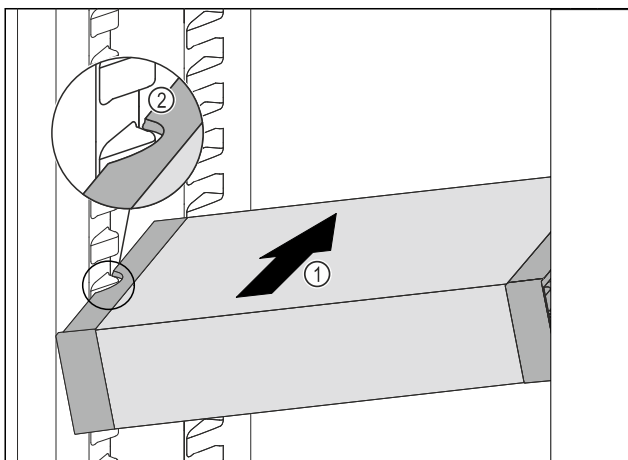

Fig. 93
- ▶ Вкарайте VarioSafe под ъгъл в хладилната част Fig. 93 (1), докато страничните прорези Fig. 93 (2) на VarioSafe се намират на височината на реброто на съда в хладилната част.